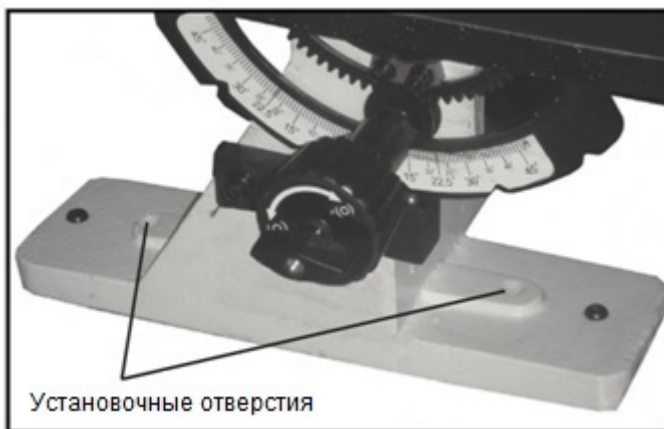

Рис. 01
4. Совместите установочные отверстия в основании станка с отверстиями в верстаке и закрепите с помощью четырех винтов 8 мм (или больше) и шестигранных гаек. (Рис. 01)